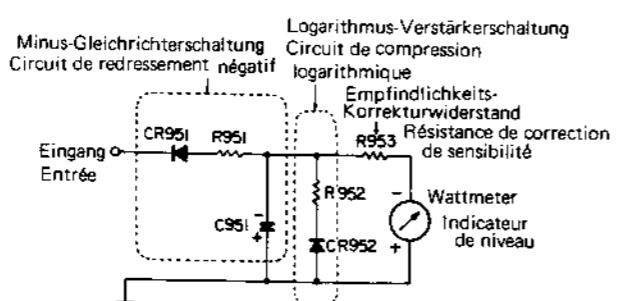

Abb. 5 Fig. 5
In Abb. 5 stellen die Elemente CR951, R951 und C951 die Minus-Gleichrichterschaltung und die Elemente R952 und CR952 den Logarithmusverstärker dar; R952 wird verwendet, um die Eigenschaften des Logarithmusverstärkers zu korrigieren. Wenn die Abweichung des Wattmeters groß ist, kann die Anzeige durch Austauschen von R953 durch einen Widerstand mit einem anderen Wert korrigiert werden.
### (3) Circuit de détection A.S.O. (Circuit de protection de transistor de sortie) (Fig. 5).